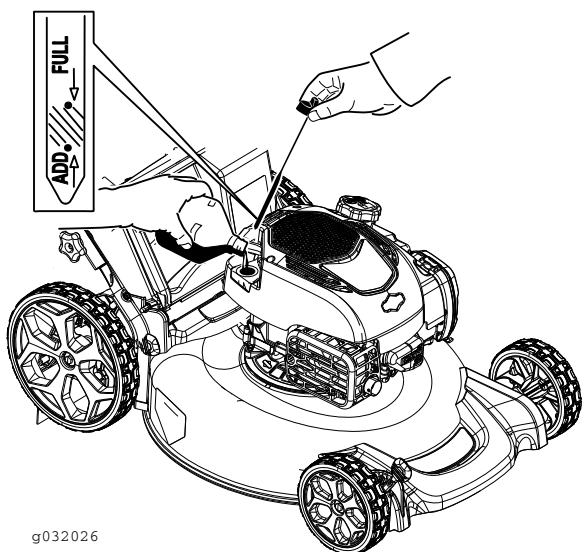

Figure 27
12. Sortez de nouveau la jauge et vérifiez le niveau d'huile (Figure 27).